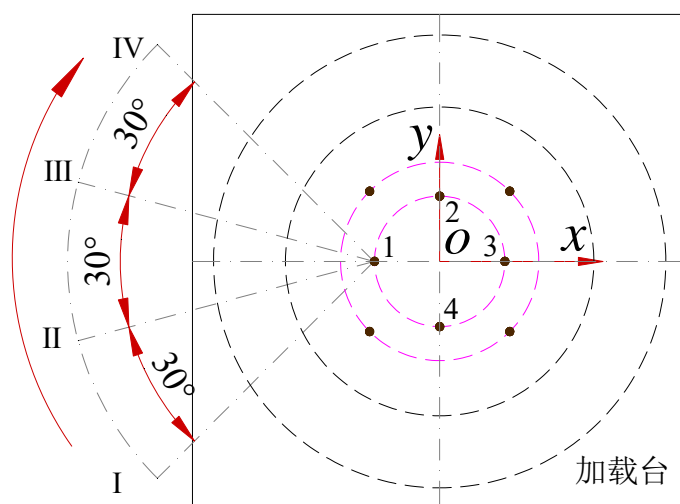

图 10 第三级荷载加载方式
(3)第三级加载：在前两级的荷载基础上，在点 1 上施加变动方向的水平荷载。比赛选手首先在 I 点处挂上选定荷载。而后参赛队伍自己推动已施加荷载的可旋转加载装置，依次经过 I、II、III、IV 四点，并且不受到结构构件的阻挡。这四个点的位置关系如图 10 所示。转到 I、II、III、IV 这四点时，应各停留 5 秒钟。如果加载的过程中，模型没有失效，则加载成功。